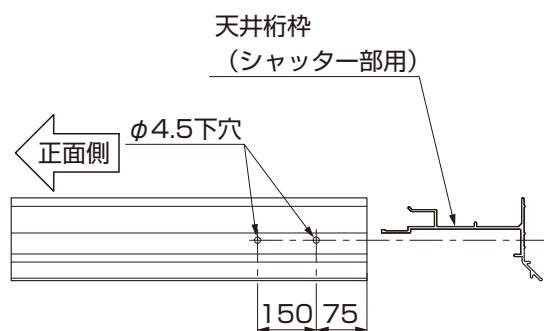

図5-1
- ①天井桁枠（シャッター部用）に、φ4.5の下穴をあけてください。（図5-1参照）
- ②天井桁枠（シャッター部用）を、桁または中間桁の溝に合わせ、正面（シャッター側）に押込んでください。
- ③天井桁枠（シャッター部用）を、桁または中間桁にφ3.5の下穴（写し穴）をあけて、【5-2】で取付けてください。